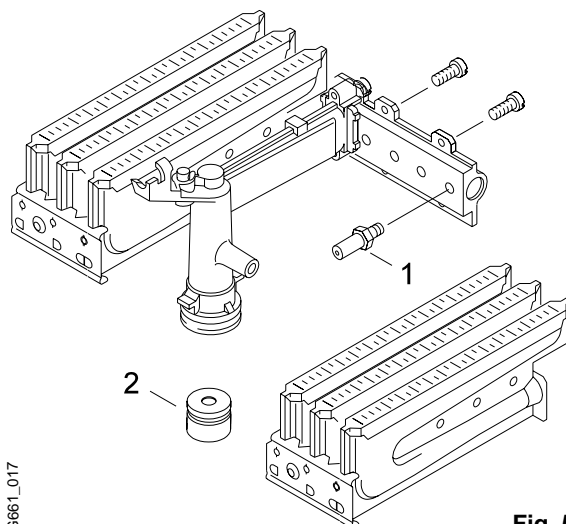

Fig. 5
2. Smontare il bruciatore; svitare i gruppi sinistro e destro del bruciatore e sostituire gli ugelli (fig. 5, pos. 1).
4. Cambiare il disco strozzatore (fig. 5 pos. 2).